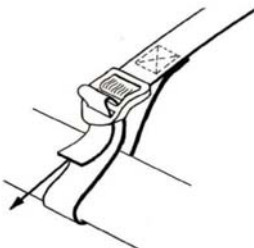

FIGURE 3
5. Attacher les extrémités libres des courroies d'arrimage aux barres transversales, comme illustré à la figure 3.
6. Éliminer le mou des courroies en tirant sur celles-ci vers le bas, comme illustré à la figure 3. Alternier le serrage des courroies jusqu'à ce que le sac soit solidement attaché au porte-bagages de toit.